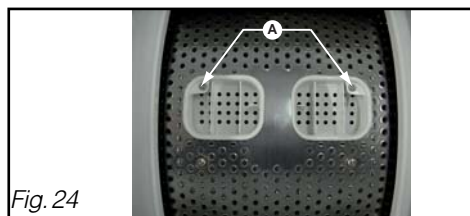

Fig. 24
- Dévissez et retirez les 2 vis **A** (empreinte TORX T20), l'aube tombe dans le tambour. Prenez la précaution de mettre une serviette éponge pour amortir sa chute (Fig. 24).